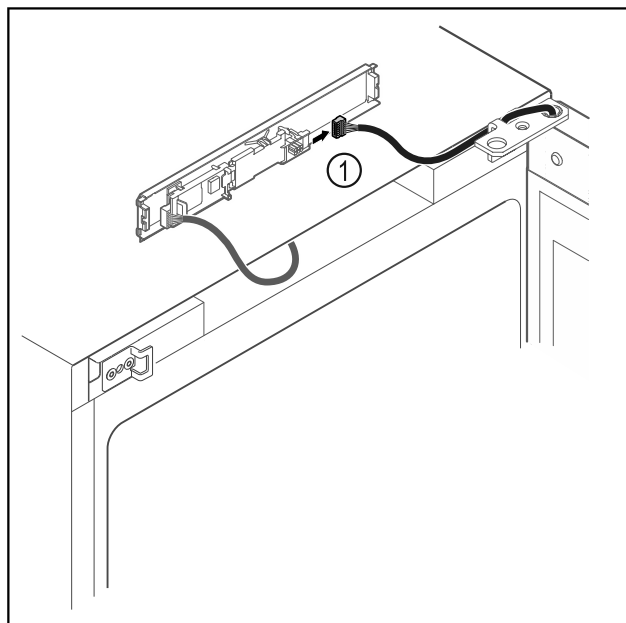

Fig. 7
- Húzza ki a dugót Fig. 7 (1) a NYÁK-ból.